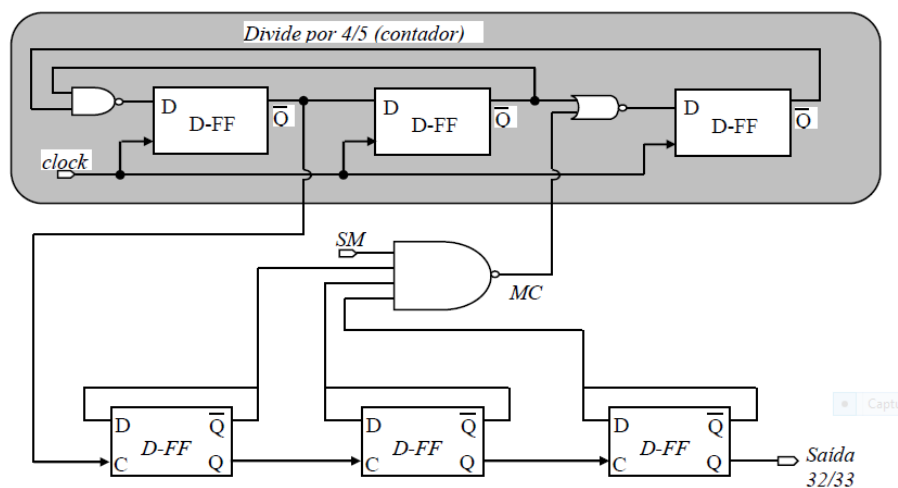

Figura 1: Prescaler 32/33
- 1.** Considere o circuito da **Figura 1** (circuito prescaler).
Desenhe o circuito completo do esquemático da **Figura 1** utilizando as células DF1, NAND23, NOR23 e NAND40. Como sinais de entrada ele deve ter o *clock* e *SM*; como sinal de saída, *saida32\_33* (divide o *clock* por 32 ou 33).
11. Voltando ao circuito da **Figura 1**, extrair a partir do esquemático o *netlist* e determinar a máxima velocidade para os modelos típico e *worstspeed* (o circuito deve dividir o *clock* por 32, para *SM* = "0", ou por 33, para *SM* = "1"). Use o comando *measure*, compare as frequências obtidas nos dois modelos e comente os resultados.
12. A partir do *layout* do circuito da **Figura 1**, extrair o circuito para simulação com apenas capacitores. Determinar a máxima velocidade do circuito para o modelo típico e para o modelo *worstspeed*.